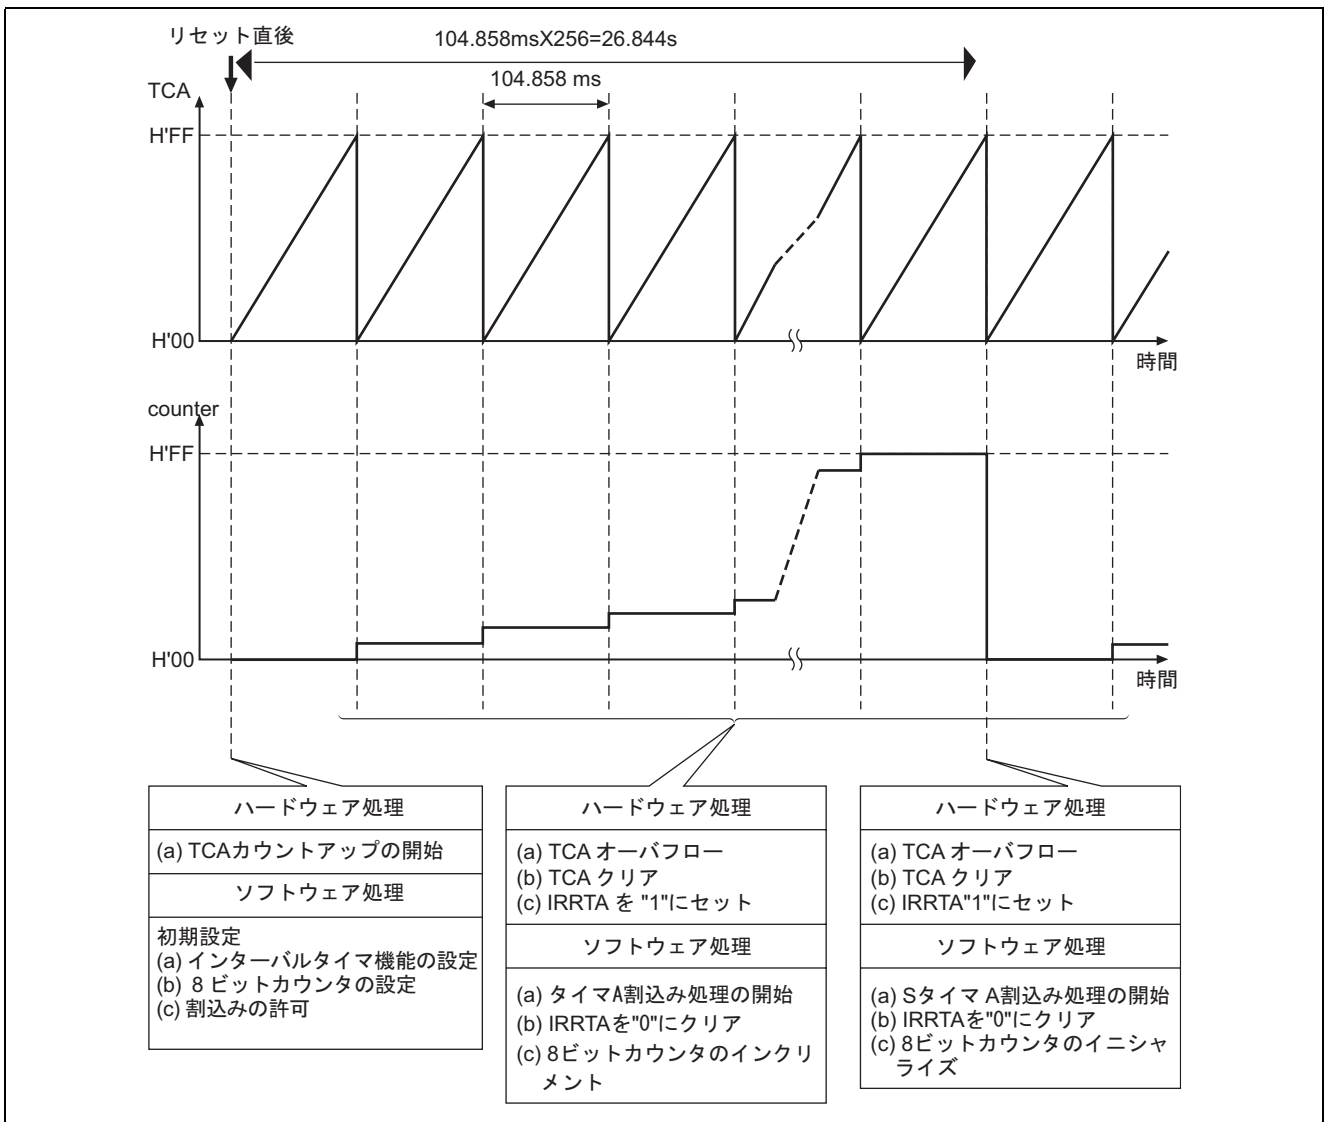

図 2 タイマ A インターバル機能による 8 ビットカウンタのカウントアップ動作の動作説明
(1) 図 2 に動作説明を示します。図 2 に示すようなハードウェア処理, およびソフトウェア処理によりタイマ A インターバル機能による 8 ビットカウンタのカウントアップを行ないます。